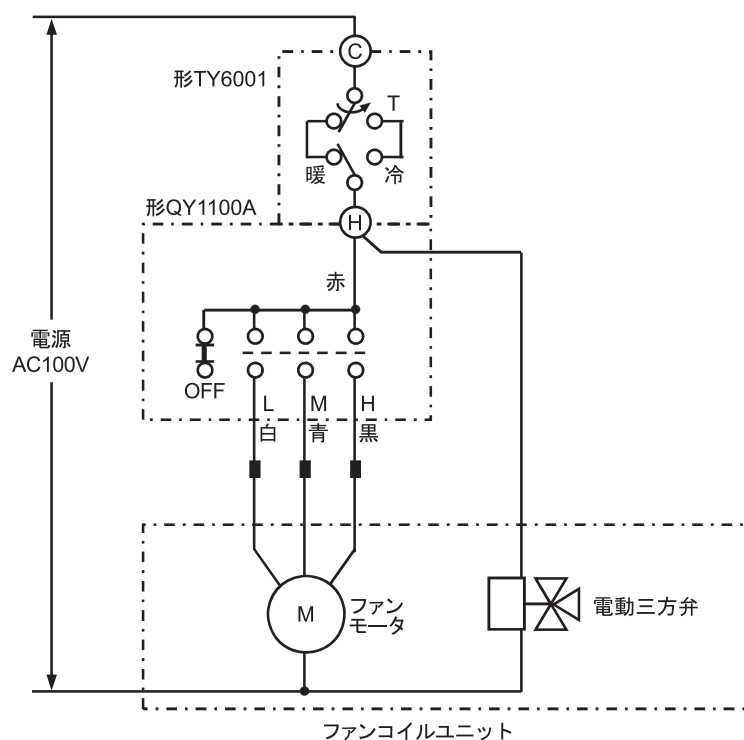

図3 代表的配線例 (形TY6001取付例)
- 『図3 代表的配線例 (形TY6001取付例)』と『接続する温度調節器(形TY600*) 仕様・取扱説明書』を参照してください。